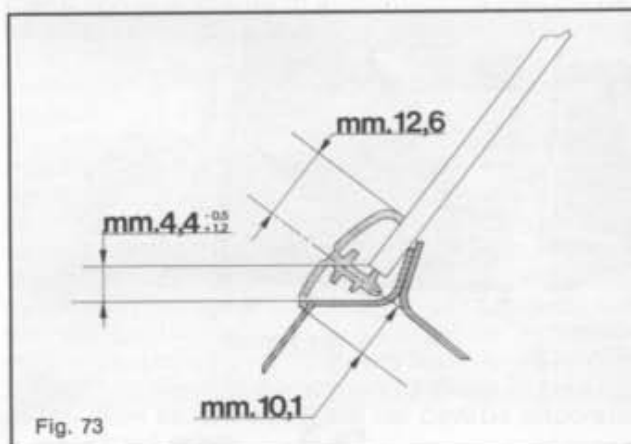
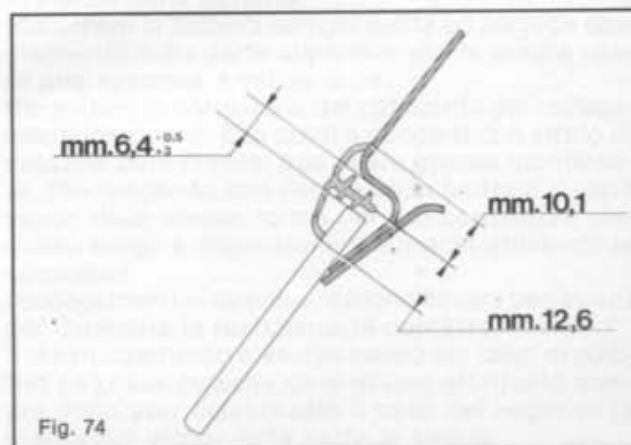

Fig. 73
Fig. 74
- Sgrassare il bordo del nuovo cristallo con **Alcool etilico**, posizionarlo mediante l'attrezzo 19.1.20049 come rappresentato in fig. 72 ed effettuare il centraggio rispetto al bordo, superiore ed inferiore, della cornice di alloggiamento cristallo rispettando le quote come indicato nei dettagli di fig. 73 (lato inferiore) e fig. 74 (lato superiore). Controllare inoltre che la distanza del cristallo dal bordo della cornice di alloggiamento sia la stessa sui due lati.
- Completata l'applicazione del sigillante adesivo procedere al montaggio, sui lati della cornice, dei quattro listelli di rifinitura (bordini) secondo il posizionamento illustrato nei dettagli di fig. 73 (lato inferiore) fig. 74 (lato superiore) e dei quattro angolari ved. fig. 75 fino a farli aderire al cristallo e al bordo della cornice.
Avvertenza - Il montaggio dei 4 listelli deve essere effettuato con il bordo più alto rivolto verso il cristallo come rappresentato in fig. 73 e 74.